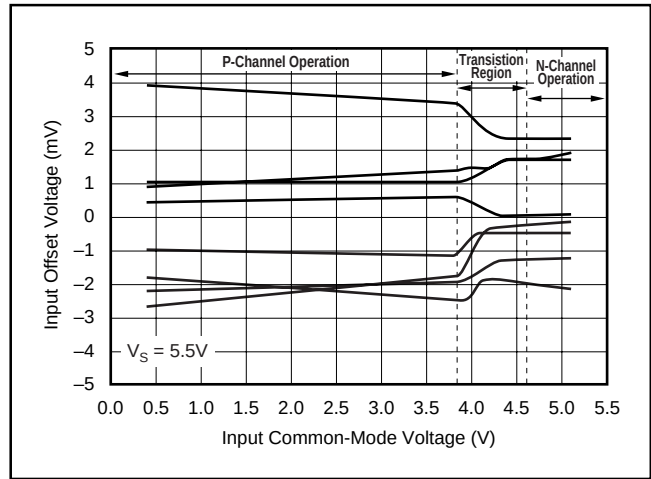
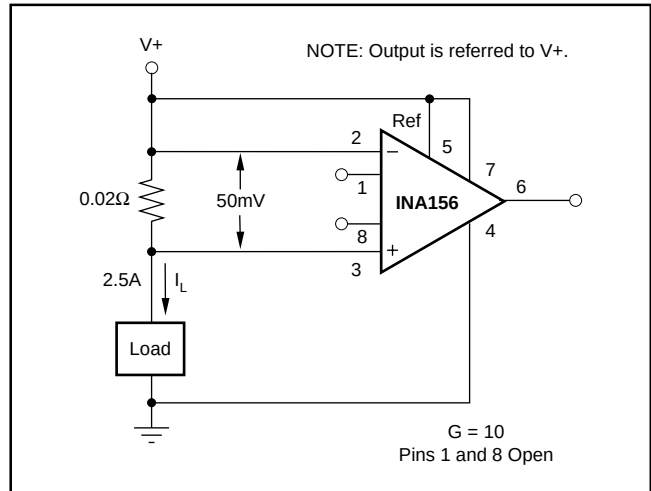

図6. 同相モード電圧に対する入力オフセット電圧の変化
図7. 単一電源の高圧側電流モニタ
注：(1)詳細については、代表的性能曲線の同相モード入力範囲を参照して下さい。(2) (V+) -1.8V(最大)以上で動作させると、同相モード除去が低下します。本文の説明と図6を参照して下さい。(3) R_Gと直列に使用するオプションのゲイン設定抵抗の誤差とTCRは含みません。
内部アンプには、相補的なnチャンネルとpチャンネルの入力ペアを使用して実現されたレール・ツー・レールの入力段があります。同相モード入力電圧によって、pチャンネルとnチャンネルのどちらの入力段が動作するかが決まります。入力段の間の遷移は緩やかで、(V+) - 1.8Vから(V+) - 1Vの間で起こります。この特性のため、INA156を(V+) - 1.8Vから(V+) - 0.8Vまでの遷移領域の入力電圧で動作させると、入力オフセット電圧がシフトし、同相モードおよび電源除去の性能が低下します。同相モード入力範囲に対するオフセット電圧の変化の代表的なパターンを図6に示します。INA156は、遷移領域より高い電圧または低い電圧では良好に動作します。図7は、INA156を使用した単一電源の高圧側電流モニタを示します。このアプリケーションで、INA156は遷移領域より高い電圧で動作します。